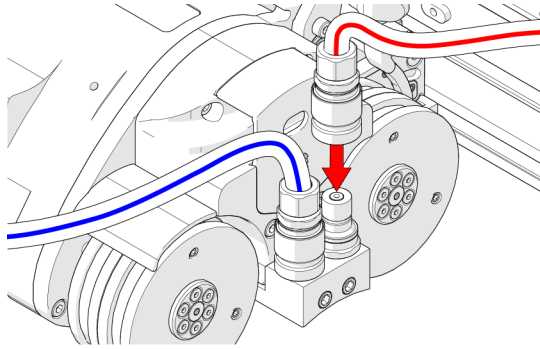

Abbildung 2-20 Schnellkupplung
Drücken Sie den Schlauchverbinder auf die Schnellkupplung, um ihn zu verbinden (siehe Abbildung 2-20 auf Seite 60)
1. Drücken Sie die Schlauchverbinder auf die Schnelkupplungsanschlüsse des Fahrwagens (siehe Abbildung 2-20 auf Seite 60).